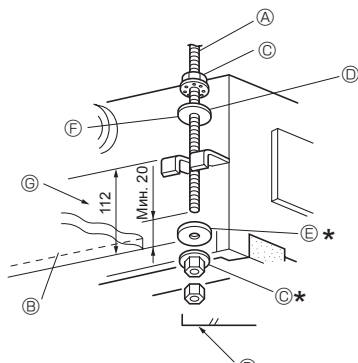

Рис. 2-7
1. Заранее насадите шайбы ① ② (входят в комплект) и соответствующие гайки (приобретаются на месте) на подвешной болт. (Рис. 2-7)